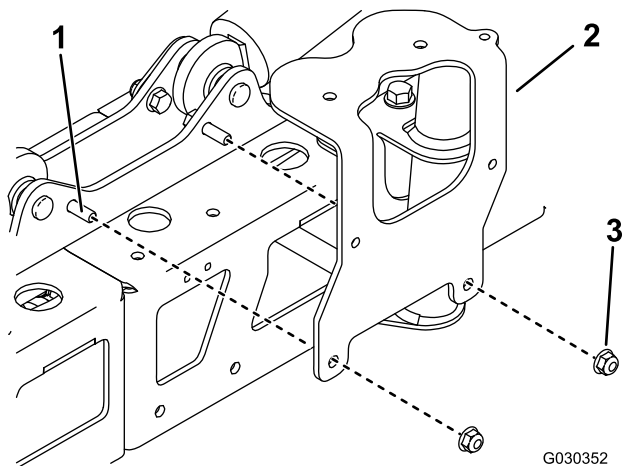

Рисунок 4
7. Установите монтажный кронштейн клапана с помощью двух болтов (5/16 x 1 дюйм) и двух контргаек (5/16 дюйма), ранее демонтированных (Рисунок 4).